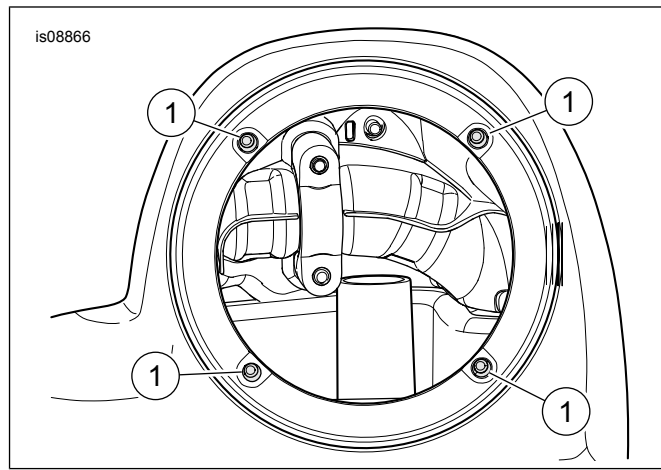

Abbildung 11. Unverlierbare Muttern
12. Siehe Abbildung 11. Von der Innenseite der großen Öffnung aus die vier unverlierbaren Muttern einführen.